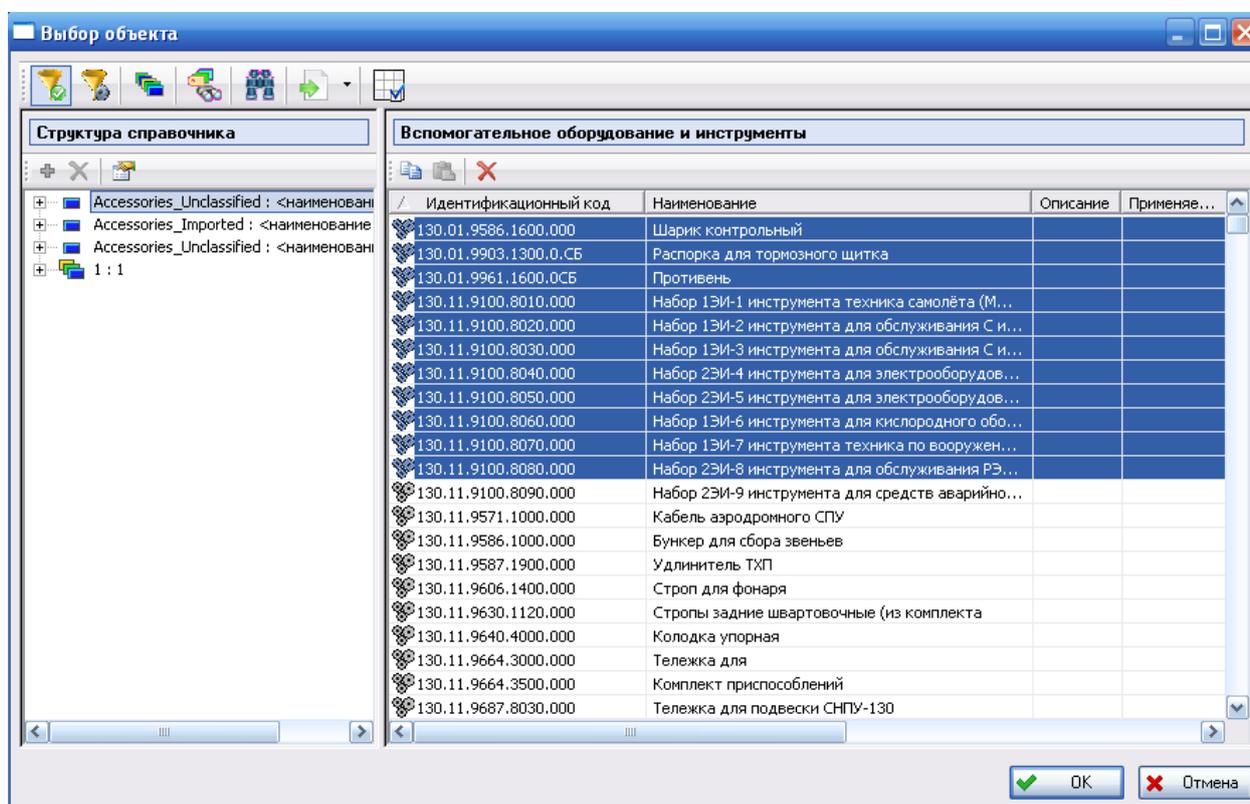

Рис. 2-13
2. Нажмите на кнопку **Добавить инструмент**. В результате появится окно **Выбор объекта** (рис. 2-13), в котором отобразится содержимое справочника **Вспомогательное оборудование и инструменты**.